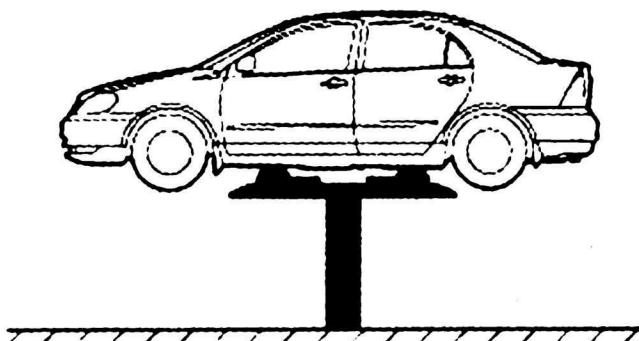

图 1-2-4 工位四
(4) 工位四(举升机升至中位): 环绕车辆进行操作, 主要检查车轮和制动器, 如图 1-2-4 所示。